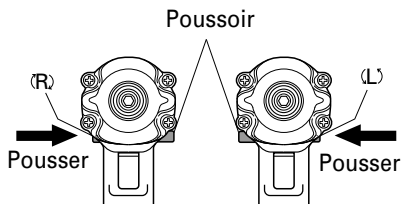

Fig. 14
La mèche tourne dans le sens horaire (vu de l'arrière) quand on appuie sur le côté R du bouton-poussoir. En appuyant sur le côté L du bouton-poussoir, la mèche tourne dans le sens anti-horaire. (Voir Fig. 14) (Les repères (L) et (R) sont marqués sur le corps.)